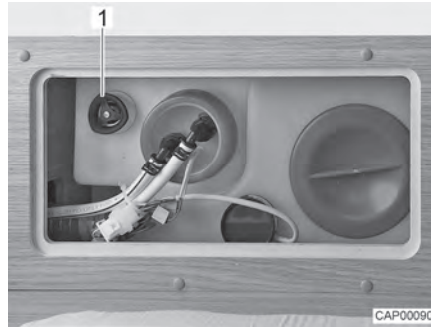

Bild 110 Wassertank mit Drehgriff
- Auf dem Wassertank den Drehgriff (Bild 110,1) entgegen dem Uhrzeigersinn über den Widerstand hinaus bis zum Anschlag drehen, um die Ablauföffnung vollständig zu öffnen.